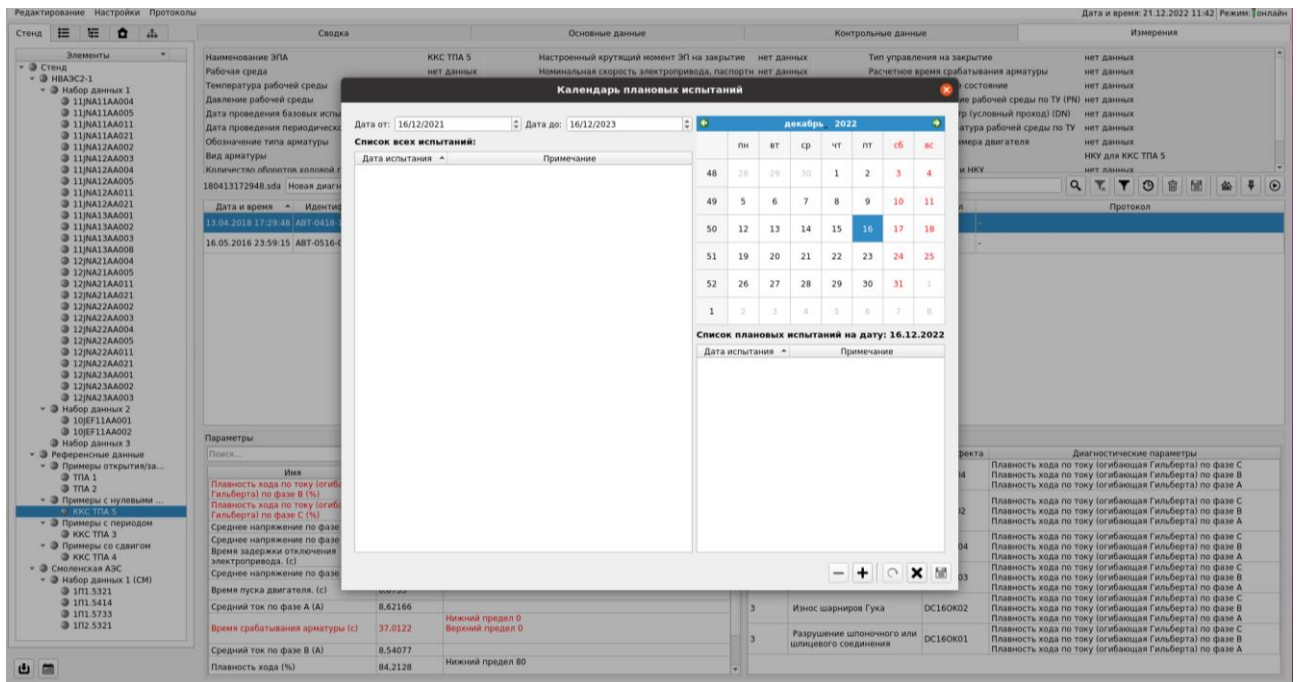

Рисунок 3.18 — Календарь плановых испытаний
3.4.1 Кнопкой, расположенной в левом нижнем углу главного окна, вызывается календарь плановых испытаний (рисунок 3.18). В этом окне пользователь имеет возможность настроить свой собственных график всевозможных мероприятий.